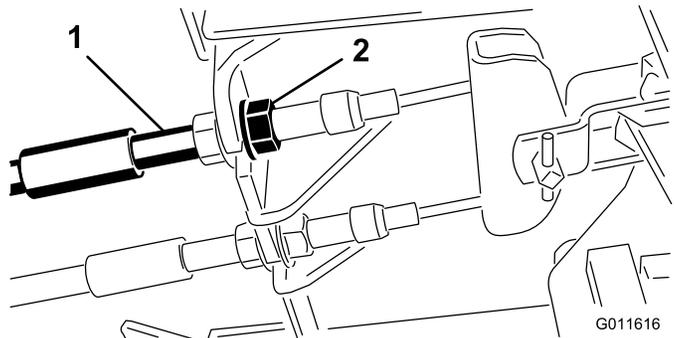

图69
1. 要缩短刹车踏板的自由行程，可以通过松开刹车拉线螺纹端的前螺母，紧固刹车（图69）。